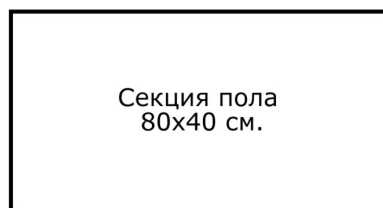

Рис.2
– В ЛН Хантер 290 Р – пайолы размером 80x40 см в количестве 2 шт., из ламинированной водостойкой фанеры толщиной 6 мм (рис.2).